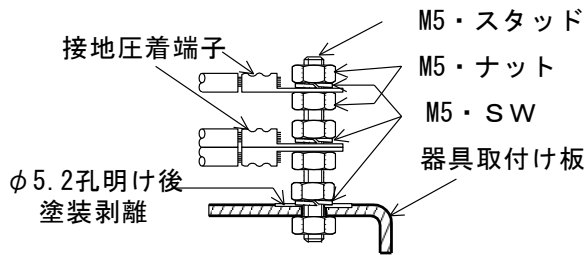

図 2-1
- (i) コントロールボックス内の器具取付け板には、器具取付け板の塗装を剥離して、M5のスタッドボルトにより、接地端子を設け接地線を接続する。図 2-1 参照